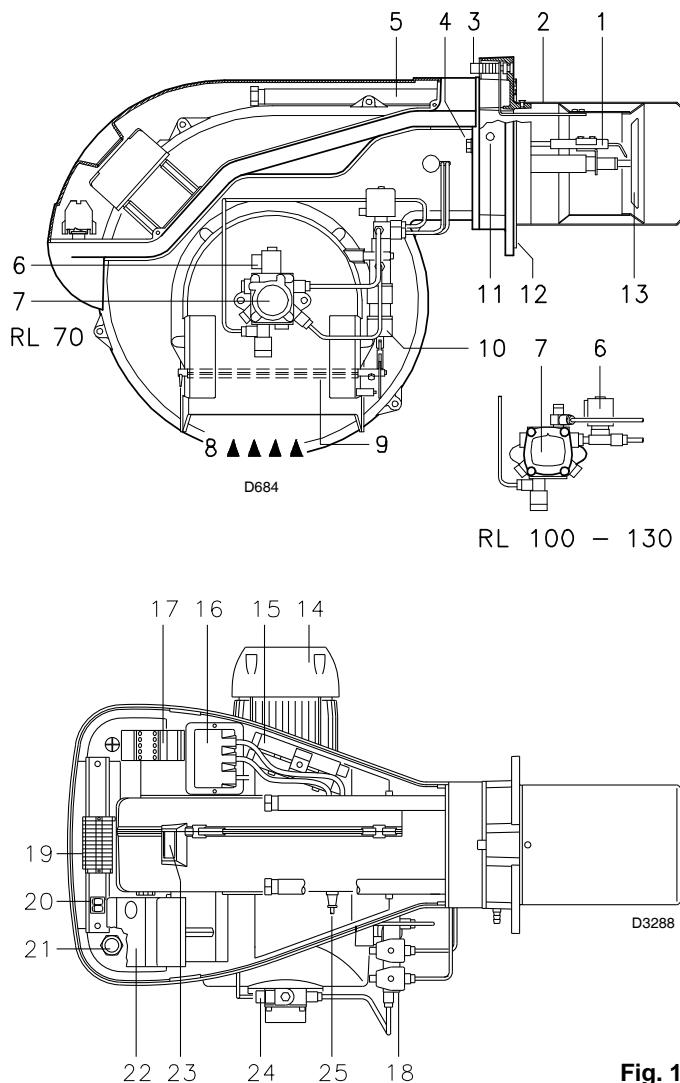

Fig. 1
#### 4.3 Descripción del quemador (Fig. 1)
**Bloqueo caja control:** la iluminación del pulsador (led rojo) de la caja 22)(Fig. 1) indica que el quemador está bloqueado.
**Bloqueo motor:** para desbloquear, oprimir el pulsador del relé térmico 17)( Fig. 1)
- 2 - Prolongadores 15)(Fig. 1) para guías 5)(Fig. 1)